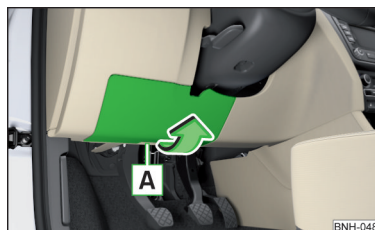

Fig. 179
- Îndepărtați capacul panoului de siguranțe în sensul săgeții » fig. 179.